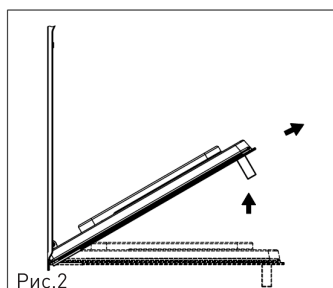

Рис.2
2. Слегка прикрыв дверцу, вытяните её вверх, освободив крючки **А**, как показано на Рис.2.